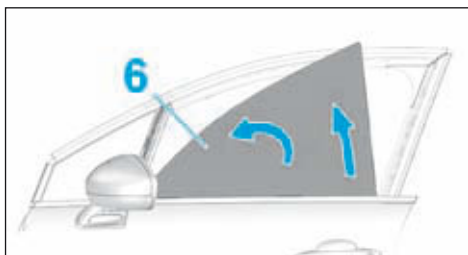

FIG.73
- Déposer la vitre (6) en la sortant par l'extérieur de la porte (Fig.73).